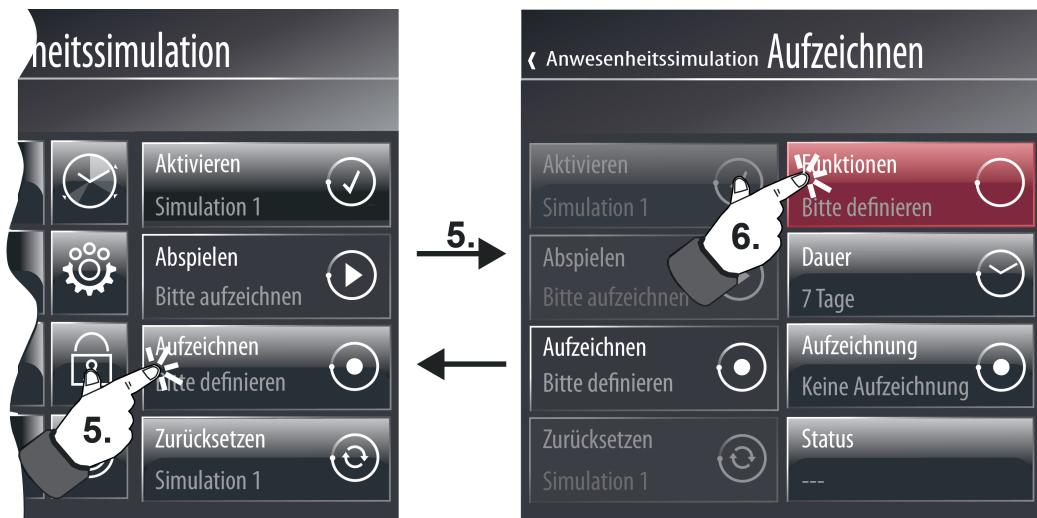

Bild 98: Beispiel einer Anzeigeseite zum Öffnen des Dialoges zur Auswahl von Funktionen (rechts)
Das Auswählen der Funktionen einer Simulation ist möglich, wenn die Bedienfläche (C) gedrückt wird (5.). Das Display zeigt danach 4 weitere Bedien- und Anzeigeelemente an (Bild 98).
- Die Bedienfläche (C) ist erst dann bedienbar, wenn eine Simulation aktiviert wurde.